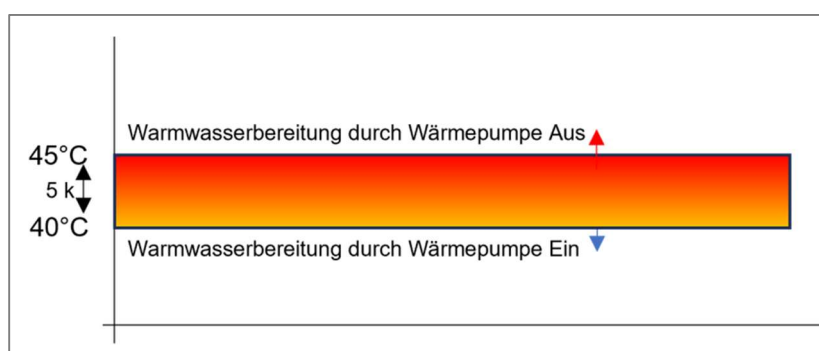

Figure 24 : Diagramme du différentiel de commutation de la valeur de consigne
Le "différentiel de commutation de la valeur de consigne" peut être augmenté ou diminué pas à pas. Un tapotement sur la touche +/- (2) correspond à une modification de 1 K. Nous recommandons un différentiel de commutation de 5 K (voir fig. 24).